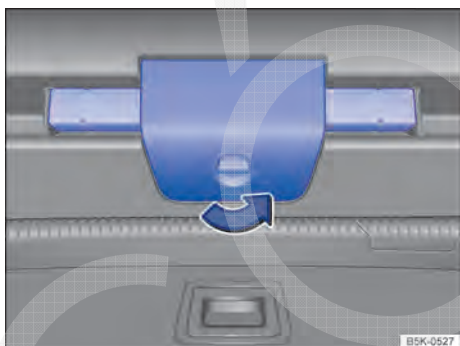

Fig. 78 Na tampa do compartimento de bagagem: abrir o suporte para o triângulo de segurança.
- Girar a tampa do suporte do triângulo de segurança em 90° no sentido anti-horário → Fig. 78 (seta).